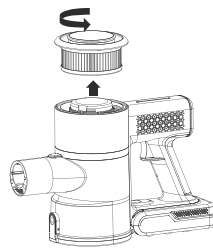

Fig 3.
Instale o acessório na entrada de ar do corpo principal e/ou no tubo até que ele se encaixe na posição. Fig. 3.
4. Gire a tampa do filtro no sentido anti-horário para remover a tampa e levante o filtro HEPA para cima para remover o montador; coloque o filtro de volta no sentido contrário após a limpeza, Fig. 3.